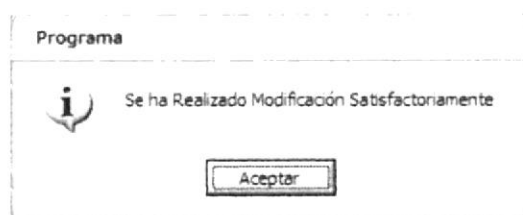

Figura 3.60 Mensaje de Modificación de Modelo
5. Si se ha realizado la modificación aparecerá el mensaje (Ver figura 3.60)